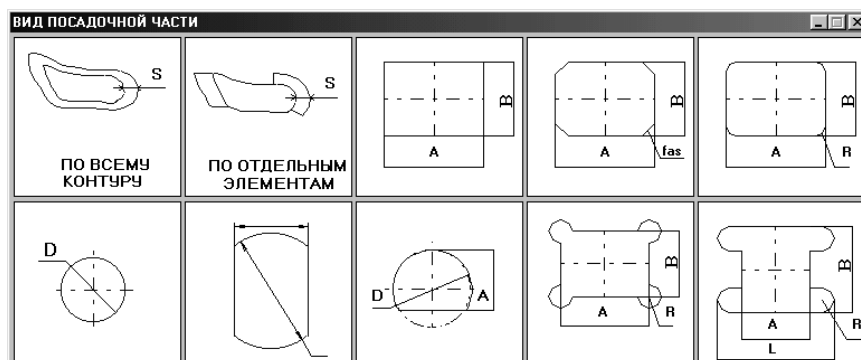

Рисунок 1.64 – Слайдове меню вибору посадкової частини
– залежно від обраного типу кріплення проектується послідовно вид у плані посиленої, посадкової частини, буртика або фланця. Для цього вказується збільшення на сторону частини, що проектується (щодо попередньої частини), потім зі слайдового меню (рис. 1.64) вибирається її вид у плані. У системі передбачене проектування по всьому контуру й по окремих елементах, крім прямокутної частини, прямокутної з округленнями, з фасками, круглої, круглої з однією або двома фасками;